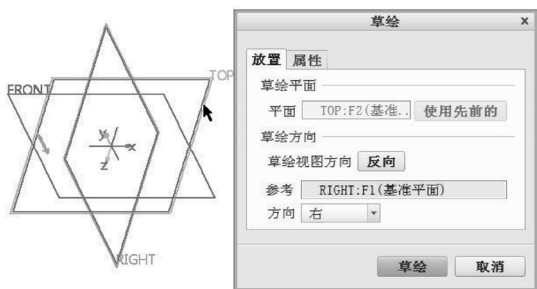
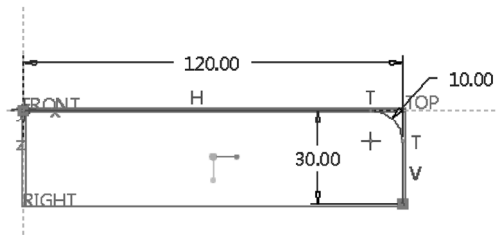

图 4-47 指定草绘平面
图 4-48 绘制开放图形
3) 在功能区的右侧打开“基准”列表, 接着从“基准”列表中单击  (草绘) 按钮, 弹出“草绘”对话框, 选择 TOP 基准平面作为草绘平面, 默认以 RIGHT 基准平面为“右”方向参考, 如图 4-47 所示, 单击“草绘”按钮, 进入草绘器。绘制图 4-48 所示的开放图形作为扫描轨迹, 单击  (确定) 按钮。